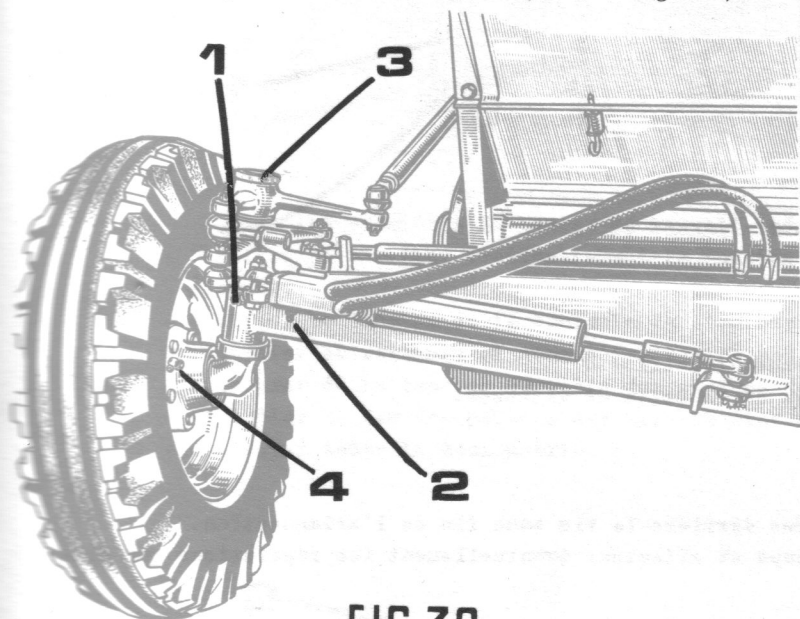

FIG.30
- 1 graisseur sur la tête du distributeur de la servo-direction (voir 2 fig. 30)
- 2 graisseurs sur les pivots des roues directrices (1 fig.30)
- 1 graisseur sur le balancier de commande de barre d'accouplement (3 fig.30).
- 1 graisseur sur chaque moyeu (4 fig.30)